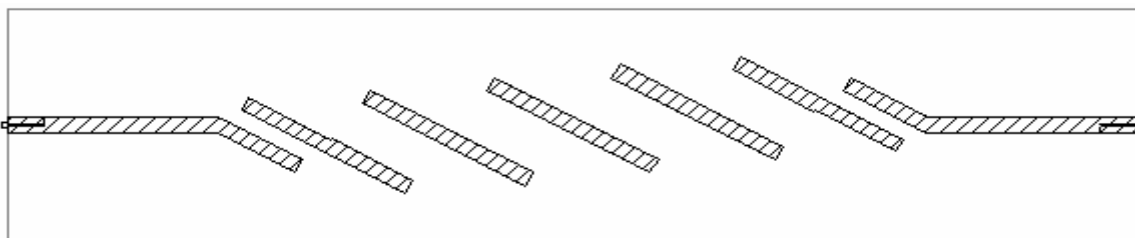

Рис. 4.41
5. Аналогично отредактируйте правый конец выходного проводника, чтобы он совпал с правым краем подложки. Полученная топология показана на рис. 4.41.